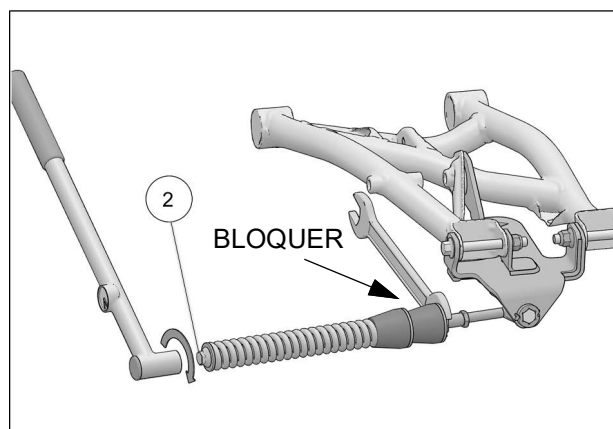

Fig. 11
11. Vérifier que le boulon du ressort (2) est serré au couple recommandé: 75 Nm [55 lb•pi]. Assurez-vous de bloquer en position, l'écrou devant les amortisseurs en caoutchouc. Voir la Fig. 11